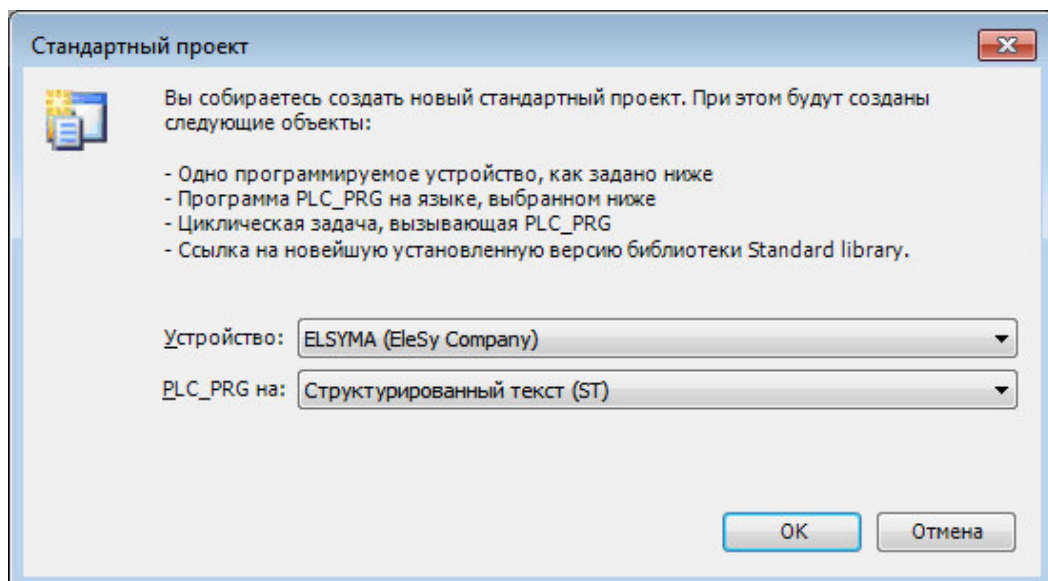
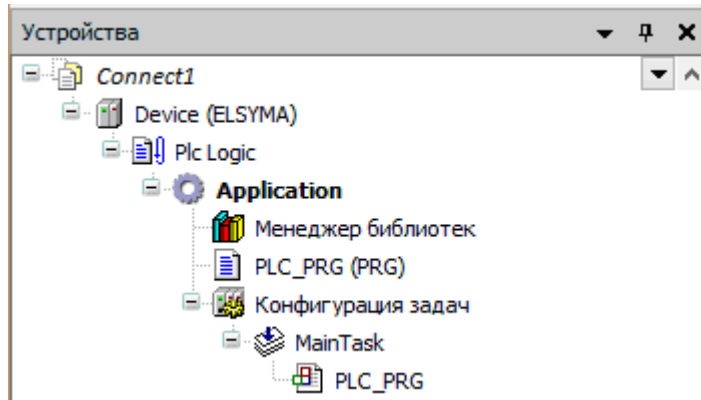

Рисунок 3.3 – Настройка стандартного шаблона проекта
Рисунок 3.4 - Дерево объектов проекта
4. В окне «**Стандартный проект**» в списке **Устройство:** выбрать контроллер – *ELSYMA (EleSy Company)*, в списке **PLC_PRG на:** – язык реализации основного программного компонента – *Структурированный текст (ST)* (рисунок 3.3). Нажать кнопку «**ОК**». Созданный проект отображается в области **Устройства** в виде дерева объектов (рисунок 3.4)